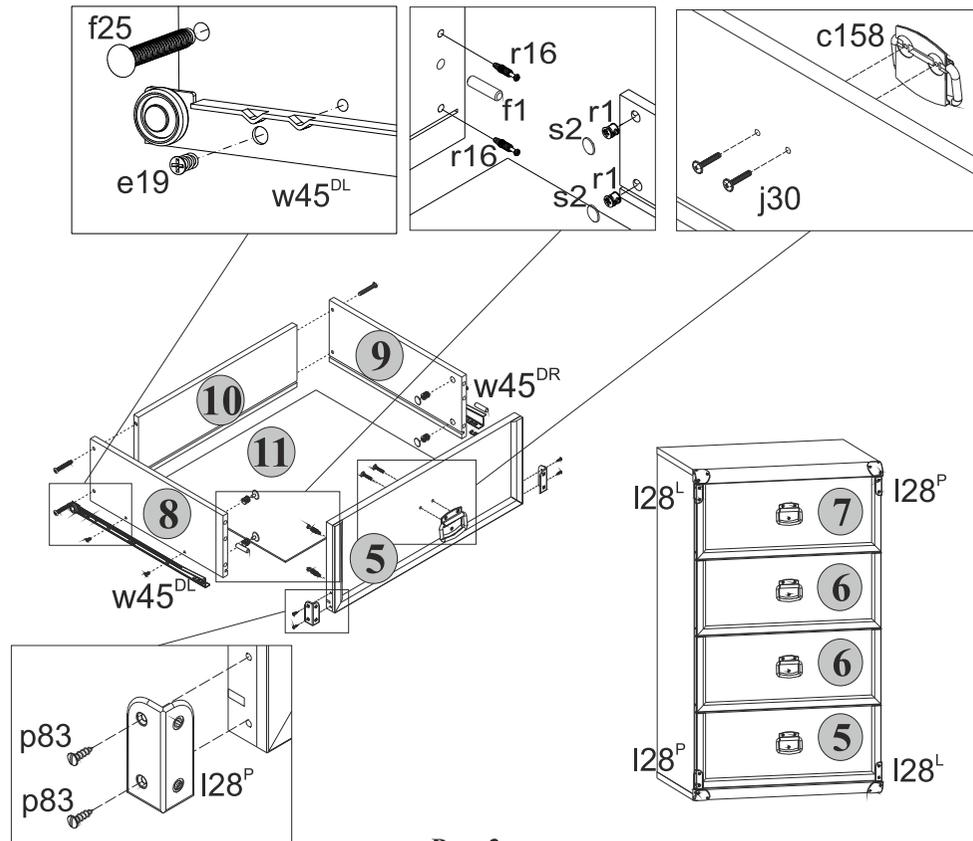

Рис. 3
5.12 В отверстия диаметром **8 мм** на передних краях стенок боковых **8** и **9** корпусов выдвижных ящиков вбить деревянные шканты **f1** (см.рис.3).
5.13 В отверстия диаметром **15 мм** на внутренних поверхностях стенок боковых **8** и **9** корпусов выдвижных ящиков вставить стяжки эксцентриковые **r1** (см.рис.3).
5.14 В отверстия диаметром **5 мм** на внутренних поверхностях панелей передних **5, 6** и **7** ящиков выдвижных с помощью крестообразной отвертки вкрутить винты стяжки **r16** (см.рис.3).
5.16 Соединить панель переднюю **5** с корпусом ящика выдвижного и затянуть стяжки эксцентриковые **r1**, пользуясь специальным ключом **z1**. Закрыть стяжки эксцентриковые заглушками **s2** (см.рис.3).
5.18 Соединить панели передние **6** с корпусами ящиков выдвижных и затянуть стяжки эксцентриковые **r1**, пользуясь специальным ключом **z1**. Закрыть стяжки эксцентриковые заглушками **s2** (см.рис.3).
5.19 Соединить панель переднюю **7** с корпусом ящика выдвижного и затянуть стяжки эксцентриковые **r1**, пользуясь специальным ключом **z1**. Закрыть стяжки эксцентриковые заглушками **s2** (см.рис.3).